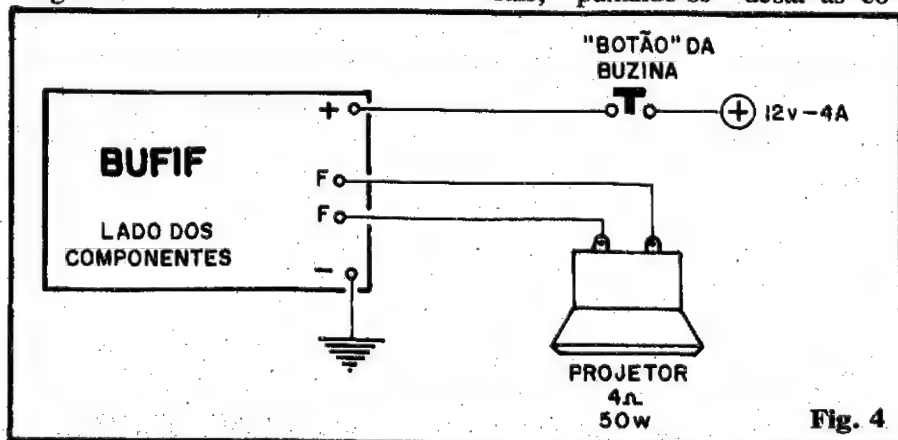

Fig. 4
- FIG. 4 - CONEXÕES EXTERNAS À PLACA - Mais simples, impossível! O ponto (-) vai ligado - de forma permanente - ao negativo da alimentação, portanto ao chassis ou "massa" do veículo; o ponto (+) vai aos 12V positivos do sistema elétrico do carro, porém "passando" por um push-button Normalmente Aberto, que controlará o acionamento da BUFIF... Alguns carros já são dotados de um "relê de buzina", de modo que o "botão" da dita cuja (geralmente incorporado ao centro do volante...) energiza tal relê, e os contatos de trabalho deste, por sua vez, acionam a buzina. Nesse caso, basta usar os contatos operacionais do "relê de buzina", eletricamente "no lugar" do push-button diagramado na fig. 4... Os pontos (F-F) devem ser ligados ao alto-falante especial, tipo projetor de som, magnético, impedância de 4 ohms, para uma Potência nominal de 50W... Observem que - quanto à acomodação final do conjunto - se for possível obter uma "caneca" de convenientes dimensões, esta poderá conter não só o transdutor como também a própria placa do circuito, compactando bastante o conjunto. Lembrar, contudo, que o TIP32, sobre a placa, deve receber o acoplamento de um dissipador de calor que - embora não muito "taludo", vai gerar "volume" a ser considerado, quando da escolha do container final... Uma solução "híbrida", porém bastante prática, é abrigar a placa do circuito numa caixinha padronizada, de modestas dimensões gerais, "puxando-se" desta as co-